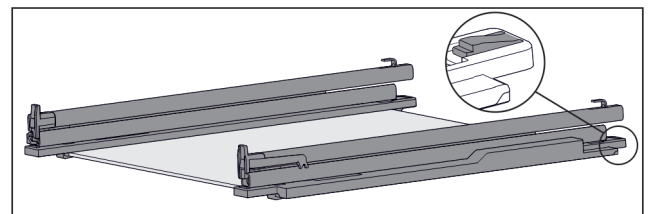

Fig. 149 Glasplaat met rails en vasthouddelen
- ▶ Vasthouddel achter omlaag duwen (zie Fig. 149) en tegelijk rails naar achteren schuiven.